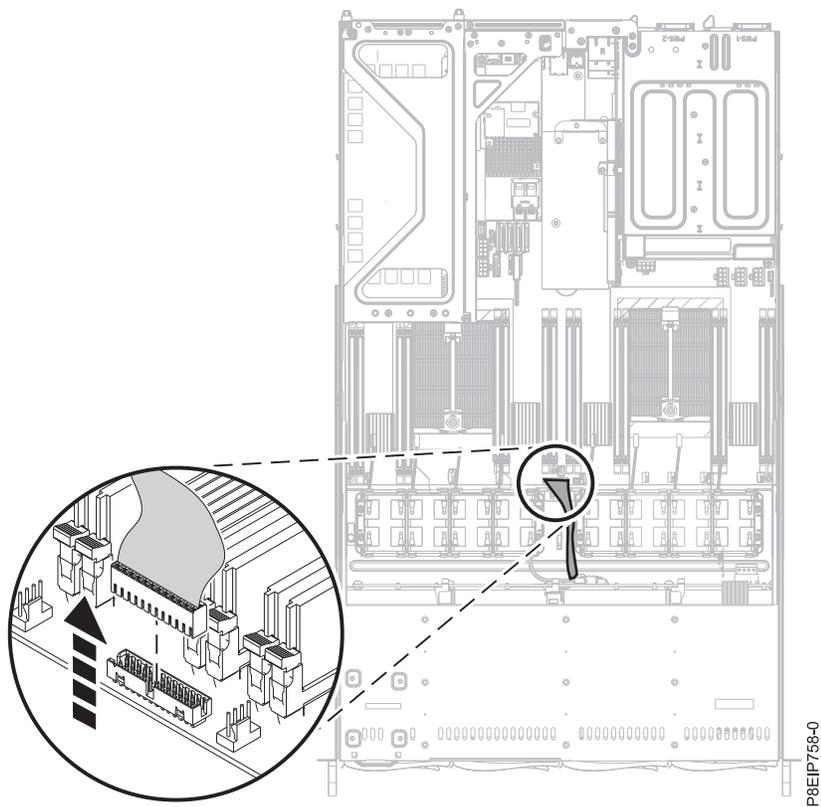

Figure 48. Retrait du câble du panneau de commande
9. Retirez le câble du panneau de commande du fond de panier système, comme indiqué dans la figure 48, à la page 46.